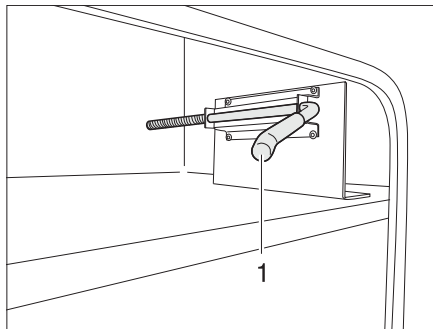

Bild 52 Säkringshake utvändig lucka, utgångsposition
- Dra ut säkringshaken (Bild 52,1) med den andra handen.
- Skjut försiktigt tillbaka säkringshaken till utgångspositionen (Bild 52,1).